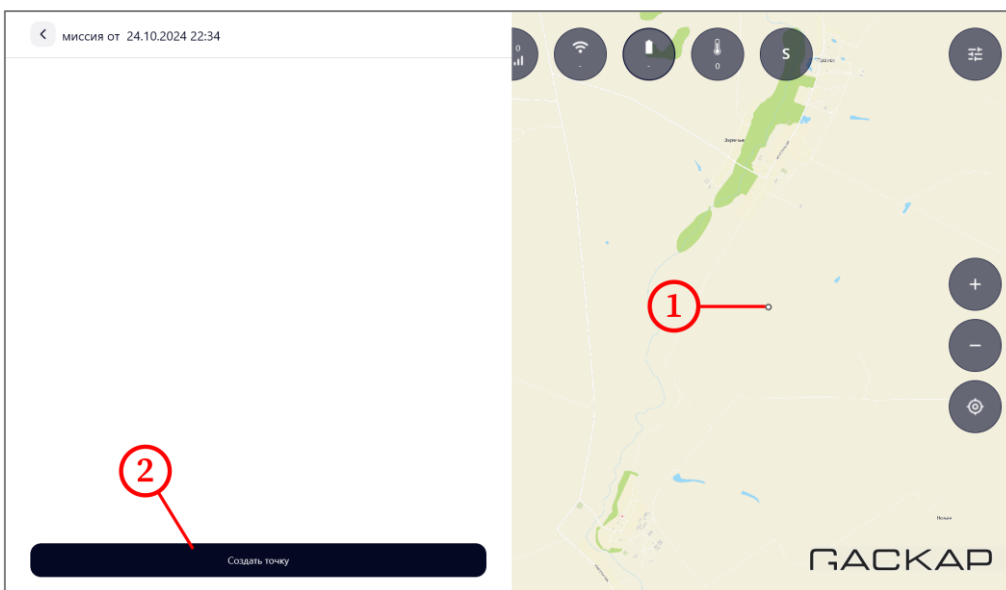

Рисунок 65 – Создание точки миссии
- привести центральную точку (рисунок 65, шаг 1) в требуемое место на карте;
- нажать на кнопку «Создать точку» (рисунок 65, шаг 2);